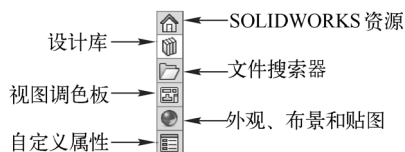
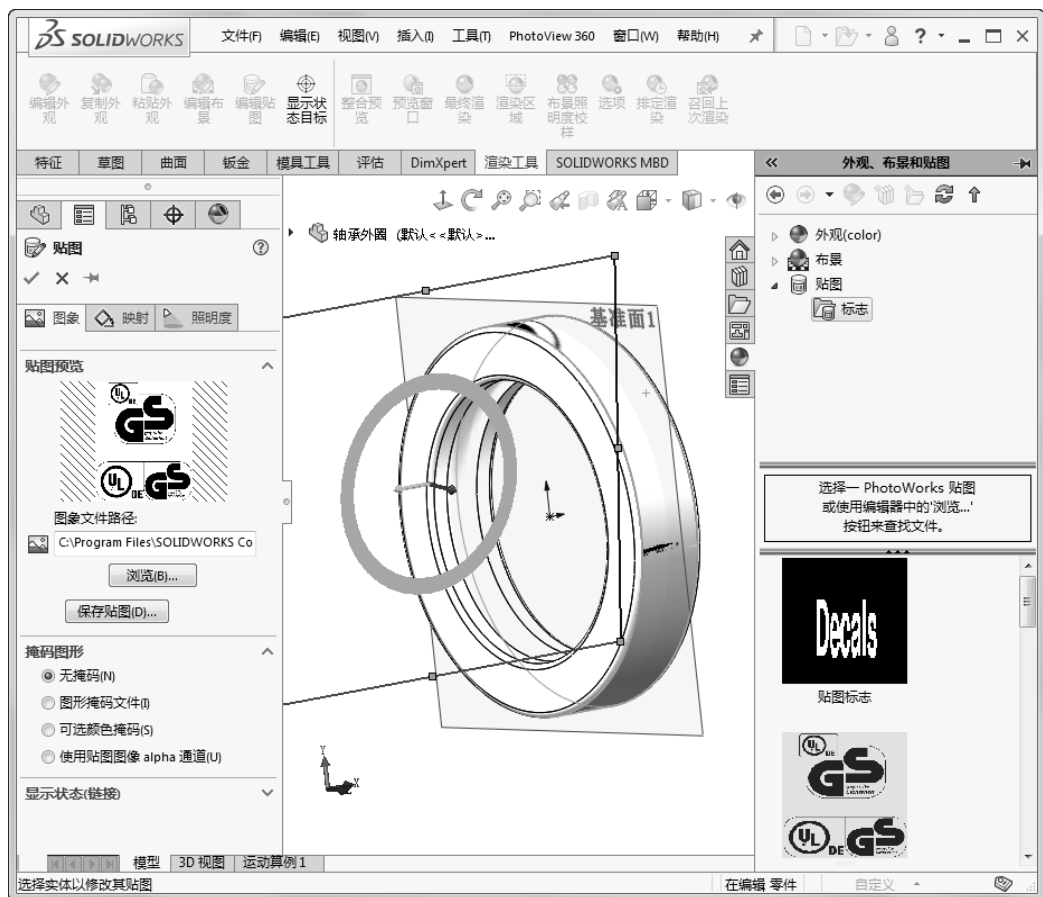

图 8-51 右侧属性按钮
图 8-52 放置贴图
1) 在图形区右侧单击（外观、布景和贴图）按钮，如图 8-51 所示，弹出图 8-52 所示“外观、布景和贴图”的属性管理器，单击“标志”子选项，在管理器下部显示标志图片。选择对应图标“gs”，将图标拖动到零件模型面上，在左侧显示“显示”属性管理器。